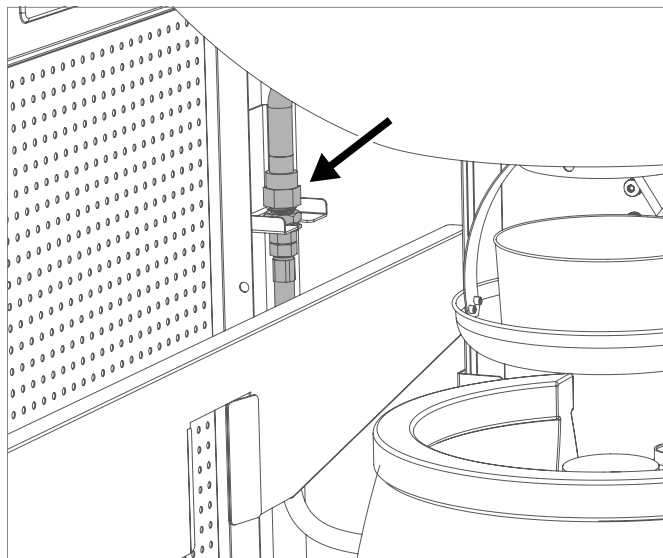

Bild 2A
2. Öppna gasotillförseln på gasolflaskan och applicera en tvållösning med 50% flytande tvål och 50% vatten på de gasolledande delarna (anslutningen på gasolbehållaren/gasoltryckreglaget/gasolslang/gasolinlopp/ anslutning på ventilen). Du kan också använda en läcksökningsspray. **(se bild 2A och 2B)**